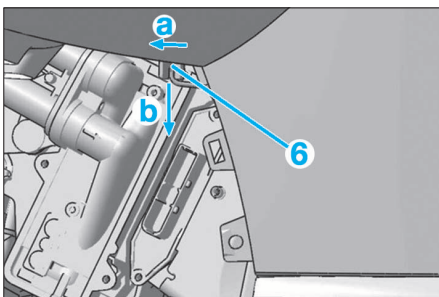

FIG. 19
- Déposer le cache (3).
- Tourner d'un quart de tour (a) la sonde (6) puis extraire suivant (b) (Fig.19).